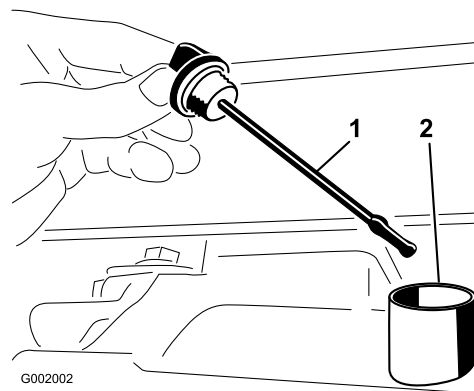

Figura 67
2. Retire a vareta da transmissão e limpe-a com um pano limpo (Figura 67).